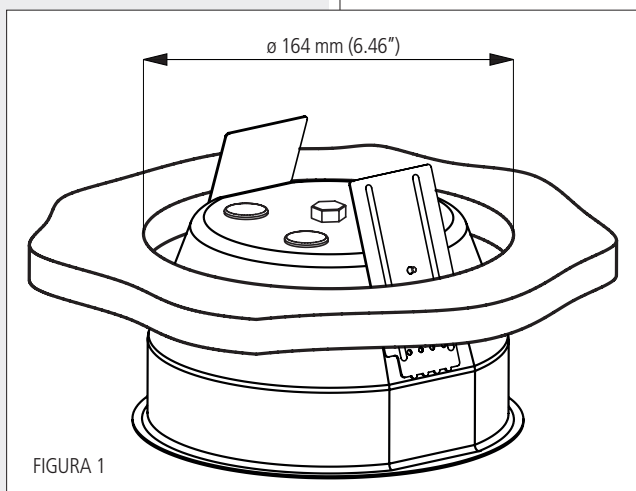

FIGURA 1
1. Praticare nella controsoffittatura un foro del diametro di 164 mm, come indicato in figura 1.
3. Inserire il fondello antifiama nel foro praticato (come mostrato in figura 1).